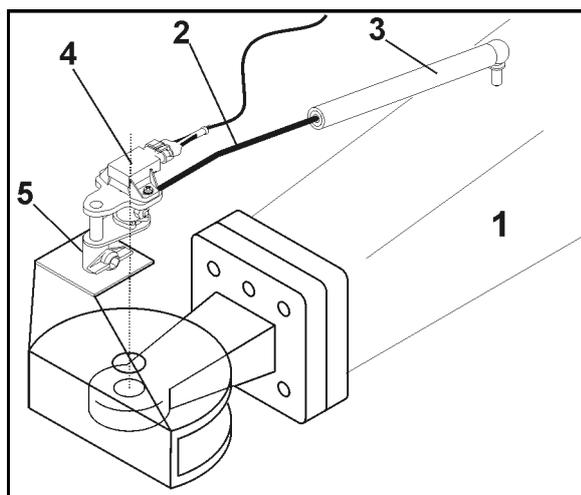

Fig. 37
La commande de suivi AutoTrail, conçue pour un suivi automatique dans les traces du traceur, détecte la position angulaire du timon (Fig. 37/1) par rapport au sens d'avancement du tracteur.
1. Engagez la tige angulaire (Fig. 37/2) dans la douille en plastique (Fig. 37/3) stecken.
2. Introduisez le transmetteur d'angle de rotation (Fig. 37/4) dans le logement (Fig. 37/5).